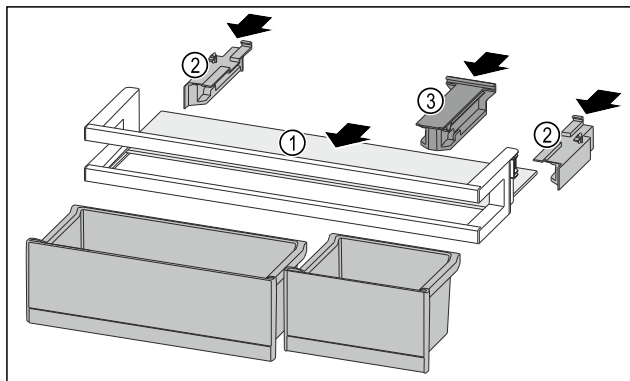

Fig. 239
- Futni raftin mbajtës Fig. 239 (1) në folëtë anësore.
- Vendosni pjesët anësore Fig. 239 (2).
- Vendosni pjesën mbajtëse Fig. 239 (3).